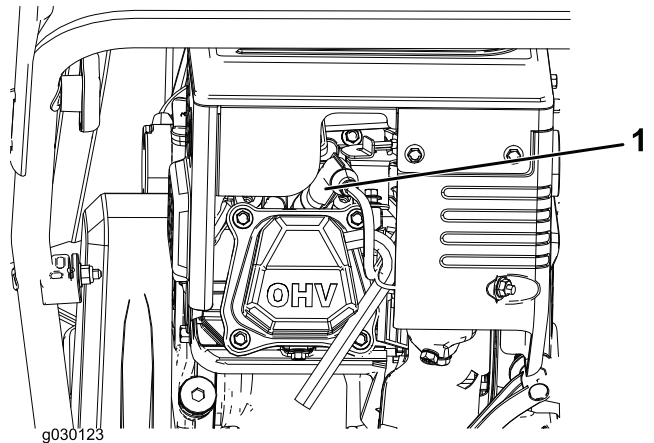

Figure 29
1. Enlevez le capuchon (Figure 29).